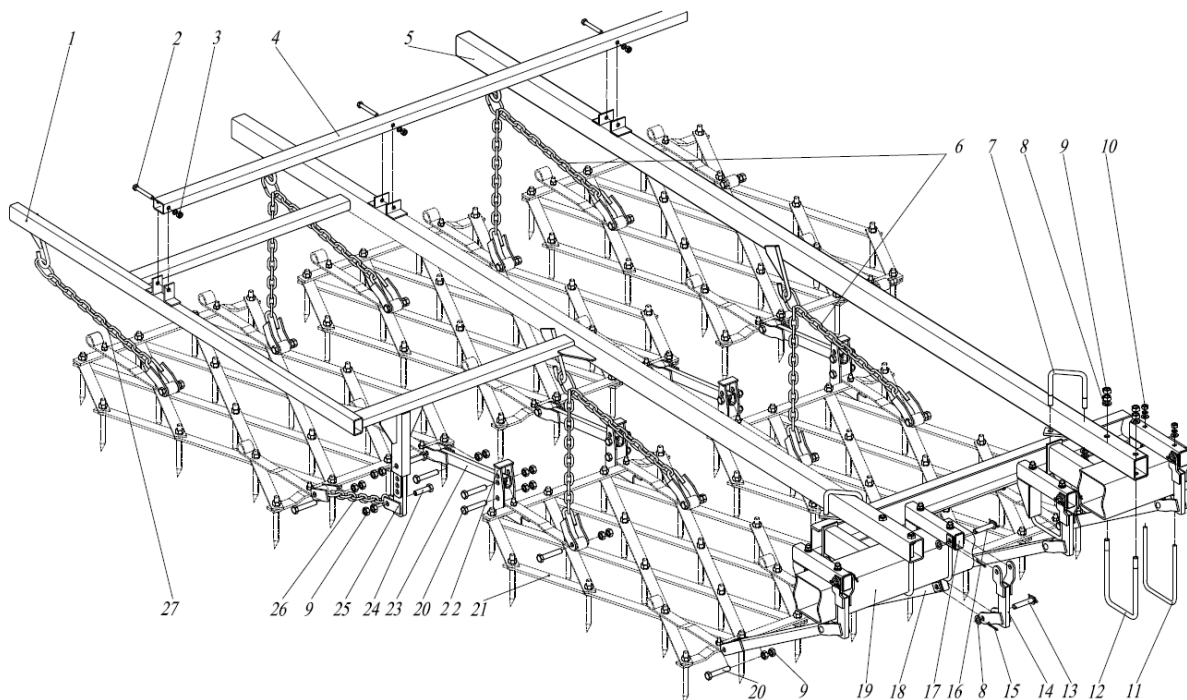

Рис.13 Навеска борон
2.1.9 Навеска борон (рис.13) состоит из поперечных штанг 1 и 5, которые закреплены на балках 19 бороны скобами 7 и 12. Штанги соединены между собой поперечинами 4. На крюки поперечных штанг 1 и 5 навешиваются цепные подвески 6 и 27, к которым в свою очередь крепятся проушинами бороны 26. На балках 19 бороны скобами 11 крепятся кронштейны 17 с рычагами 14, на которых на осях 13 закреплены поводки 18. К этим поводкам с помощью болтов 20 и гаек 9 проушинами крепятся бороны 26 переднего ряда. Бороны первого и второго рядов соединяются между собой с помощью кронштейнов 21 и поводков 22 и 25.